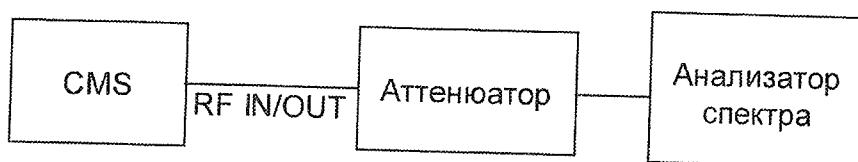

Рисунок 7.1
7.7. Определение погрешности ступенчатого аттенюатора. Произвести соединение согласно схеме рис. 7.1 (здесь и далее на всех рисунках поверяемый тестер обозначен как CMS, тип эталонных СИ см. в таблице 2.1).